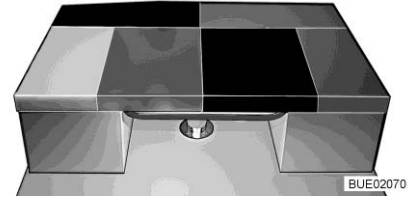

Bild 157 Efter ombyggnaden
- Lägg extra dynan på bordet (se Bild 157). Placera dynsidan på sidosätet på L-sittgruppen.